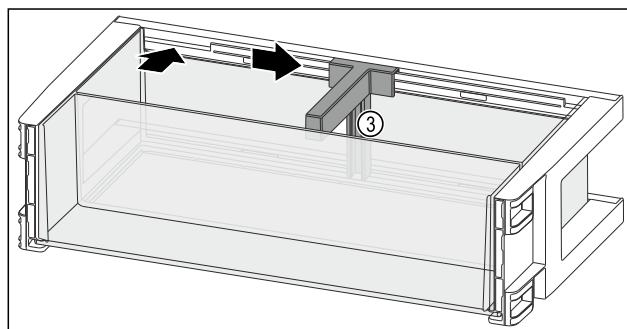

Fig. 146
- Inserire il fermabottiglie Fig. 146 (3) nell'incavo.
- Fare scorrere il fermabottiglie Fig. 146 (3) lateralmente alla posizione desiderata.